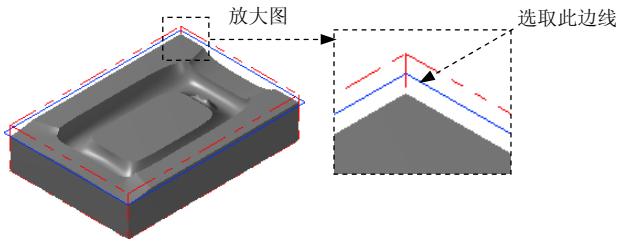

图 23.10 选取切削范围边线
(2) 设置加工边界。在 **边界范围** 区域中单击  按钮, 系统弹出“串连选项”对话框。在图形区中选取图 23.10 所绘制的边线, 单击  按钮, 系统返回至“刀具路径的曲面选取”对话框。